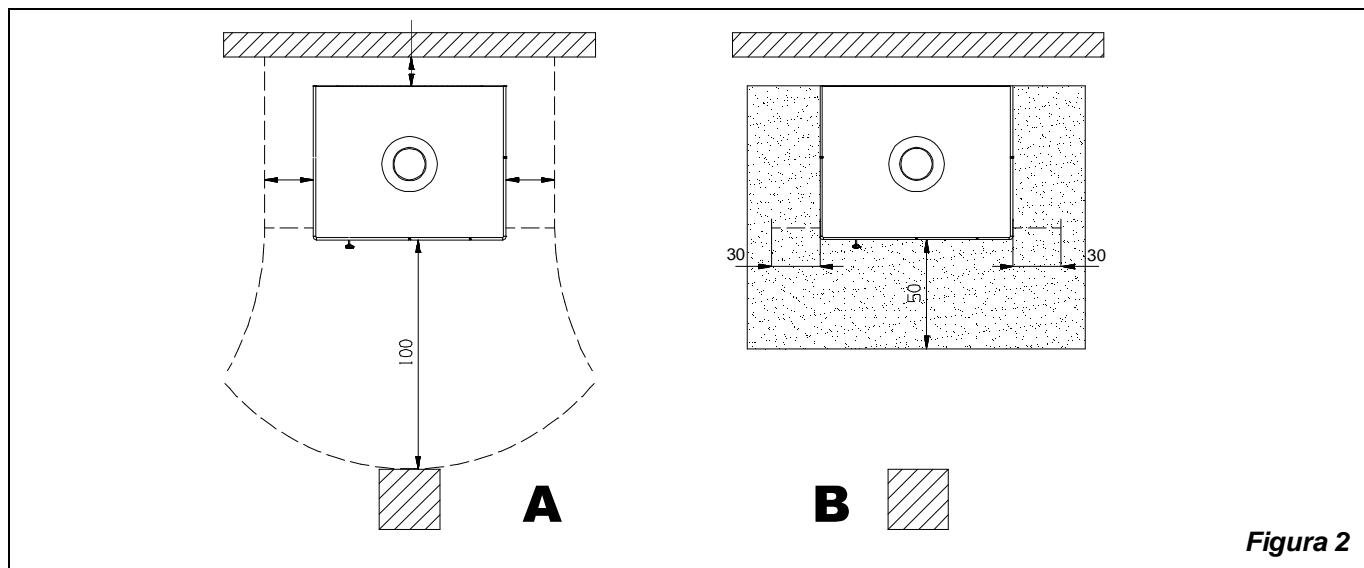

Figura 2
- a) la distanza minima dal retro e da entrambi i lati da elementi costruttivi ed oggetti infiammabili e sensibili al calore (mobili, rivestimenti di legno, stoffe ecc.), al fine di assicurare un sufficiente isolamento termico, deve essere quella indicata nella targhetta dati tecnici affissa sul prodotto; (vedi Figura 2 A). **Tutte le distanze minime di sicurezza sono indicate sulla targhetta del prodotto e NON si deve scendere al di sotto dei valori indicati.**
- c) qualora la stufa venga installata su un pavimento di materiale infiammabile, bisogna prevedere un sottofondo ignifugo. **I pavimenti in materiale infiammabile**, come moquette, parquet o sughero etc., **devono essere sostituiti** da uno strato di materiale non infiammabile, ad esempio ceramica, pietra, vetro o acciaio etc. (dimensioni secondo l'ordinamento regionale). Il sottofondo deve sporgere frontalmente di almeno **50 cm** e lateralmente di almeno **30 cm** oltre all'apertura della porta di carico (Figura 2 B).